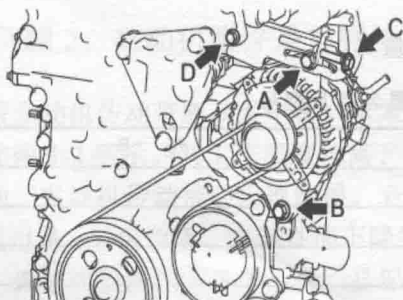

图 1-5 拆卸传动带螺栓
(7) 松开发动机调整臂上的螺栓 A 和 B, 松开螺栓 C, 如图 1-5 所示; 推动发动机, 使传动皮带松开 (见图 1-6), 然后拆下传动皮带 (见图 1-7)。
(2) 调整传动皮带传动螺栓 C, 以调节传动带的张紧力, 如图 1-5 所示。紧固螺栓 A 和 B。螺栓 A 力矩为 $19 \text{ N} \cdot \text{m}$, 螺栓 B 为 $43 \text{ N} \cdot \text{m}$ 。
(3) 安装发动机后部右侧底罩。
(4) 安装散热器上空气导流板。